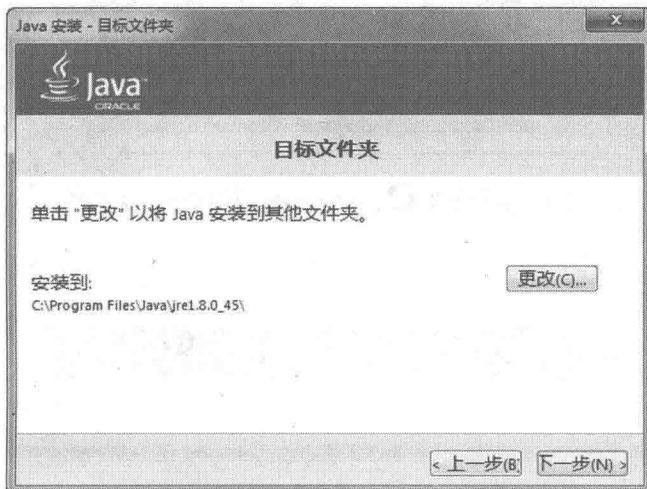

图 1-5 更改目标文件夹
(3) 点击【更改(C)…】按钮,修改安装目录,如图 1-5 所示。